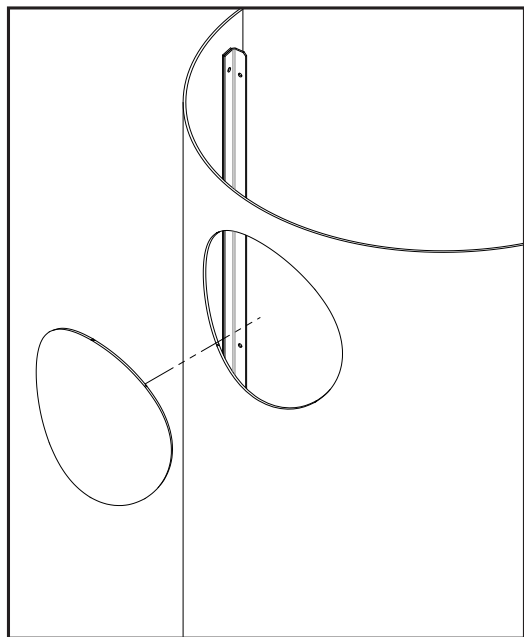

Figure 68: Perforation du châssis arrière
12. Retirez le poinçon du châssis arrière à l'aide d'un gros marteau (voir la Figure 68). Placez un chiffon autour du périmètre pour éviter d'endommager le châssis au cas où vous frapperiez accidentellement la surface peinte.